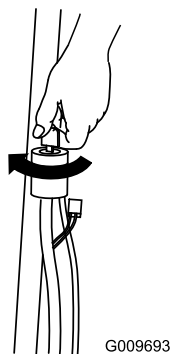
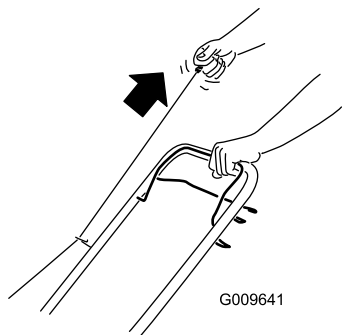

Figure 10
Figure 11
2. Tournez la clé de contact (Figure 10) (modèles à démarrage électrique uniquement) ou tirez la poignée du lanceur (Figure 11).